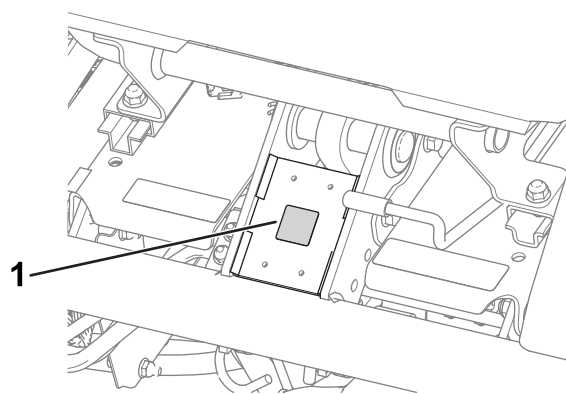

图 15
- 将 CE 标贴零件号 93-7252 粘贴到座椅前部下方的机架上 图 15。